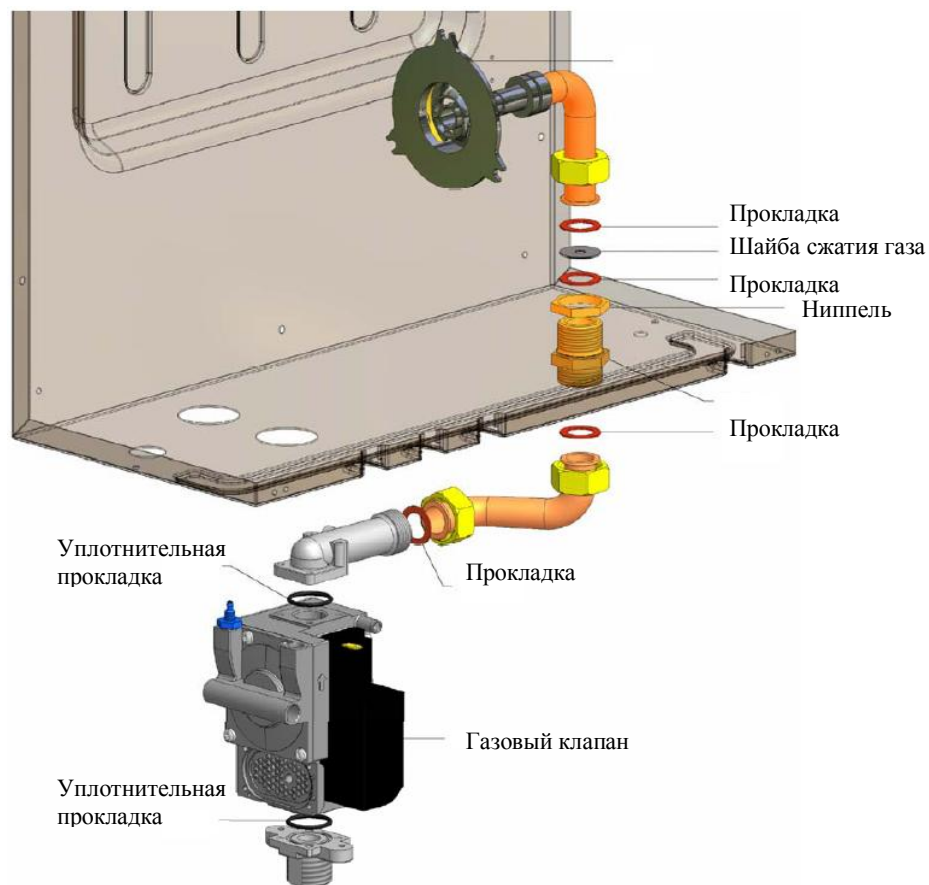

Рис. 32
- Замените клапан подачи газа и шайбу сжатия газа, как показано на рис. 32.